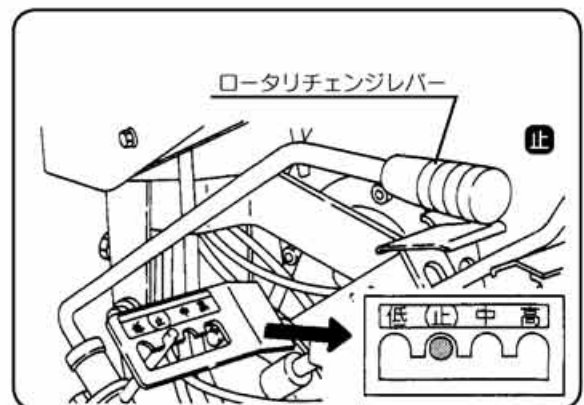

図14
- ③ロータリチェンジレバーを【止】の位置にします。(図14)